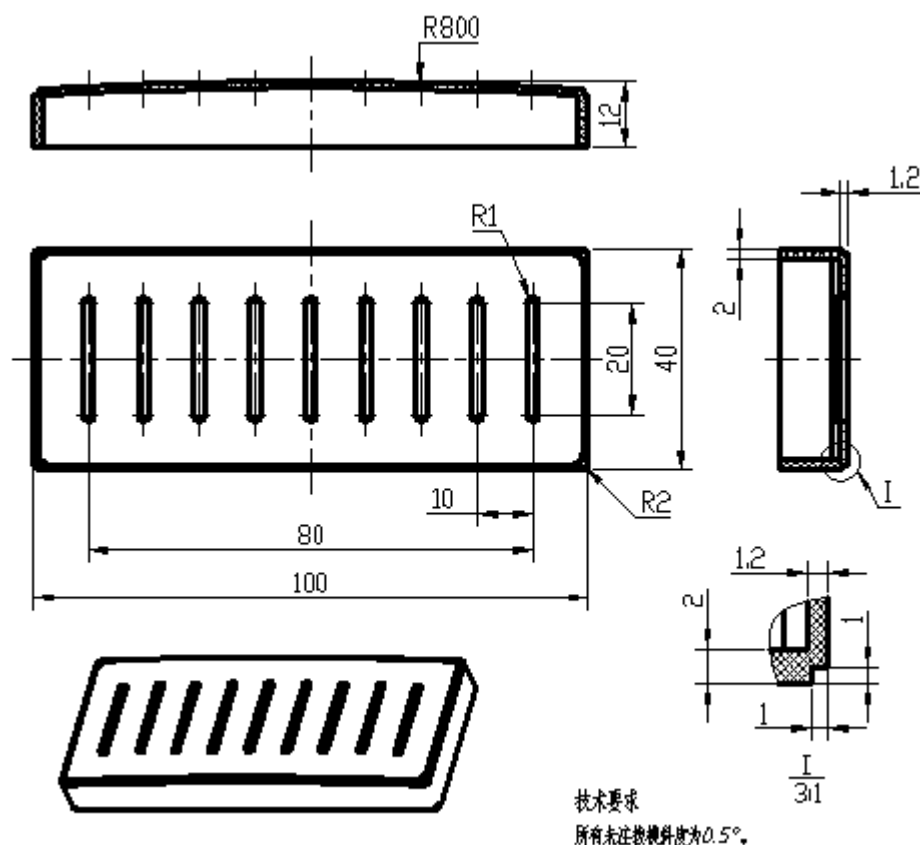

图3-6散热盖
按照图3-6的要求，对散热盖零件进行产品造型、结构设计与3D打印。塑件材料：**ABS**。技术要求：
(1) 在F盘下建立考生文件夹，文件夹名称为考生准考证号。产品零件设计的结果文件保存于此文件夹中。
(2) 根据图3-6对产品进行造型，并对内部结构进行设计，文件名称为CPSJ3DDY
(3) 对产品设计的结果文件进行3D打印
(4) 对打印的零件进行后处理（含去支撑、粘接等）